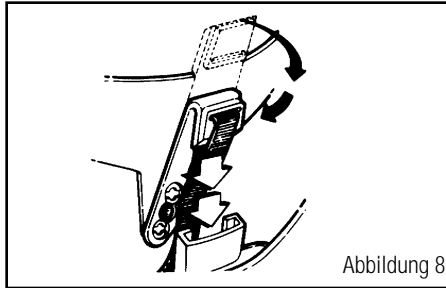

Abbildung 8
3. Biegen Sie die Textilaufhänger am Scharnier, schieben Sie die Keile in die jeweiligen Schlitze. Fest drücken, bis die Keile einrasten. (Siehe Abbildung 8).